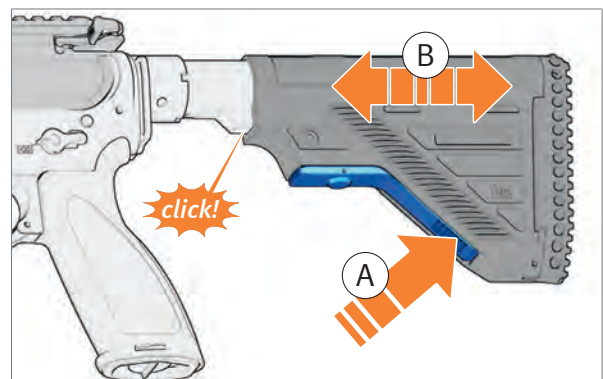

Abb. 47: Schulterstütze einstellen
1. Entriegelungshebel für Schulterstütze drücken und halten (Abb. 47).
2. Schulterstütze an die gewünschte Position schieben (Abb. 47).